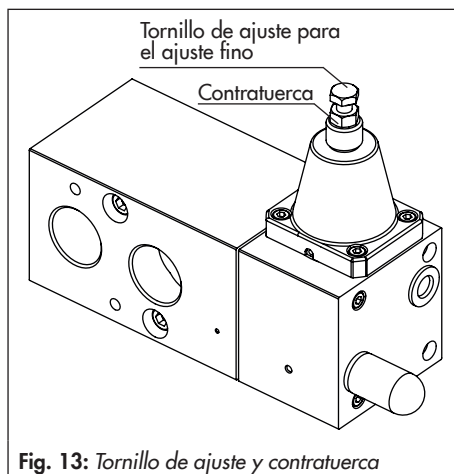

Fig. 13: Tornillo de ajuste y contratuerca
4. Soltar la contratuerca del tornillo de ajuste para el ajuste fino (ver fig. 13).